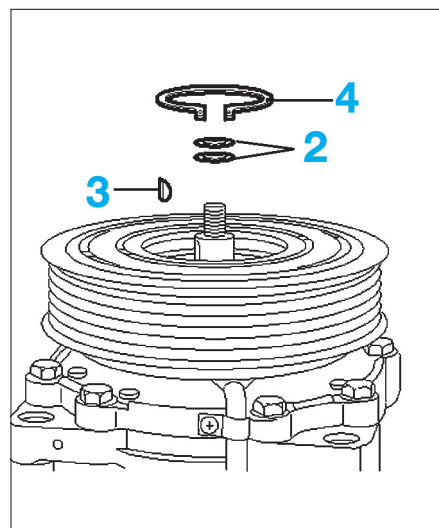

FIG. 8
- Déposer le circlip (4), les rondelles de réglage (2) et la clavette (3) (Fig.8).